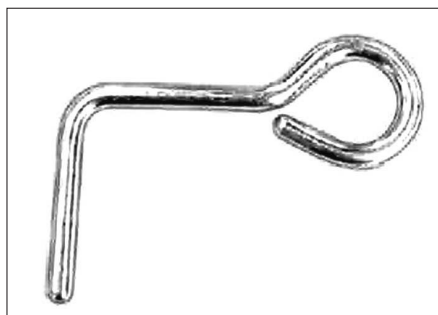

FIG. 19
- Outil de blocage du galet tendeur (réf : 118 280) (Fig.19).